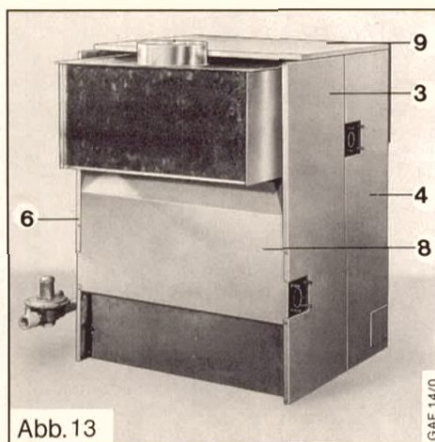

Abb. 13
Mantelblech, hinten (8) mittels 4 Blechschrauben mit Blech (3) links und Blech (6) rechts verschrauben, Abb. 13.
4 Fassonschrauben in Mantelblech, oben (9) einschrauben und auf die Bleche (3) und (4) links sowie auf die Bleche (5) und (6) rechts auflegen. Fassonschrauben müssen in die dafür vorgesehenen Öffnungen einrasten. Abb. 13.